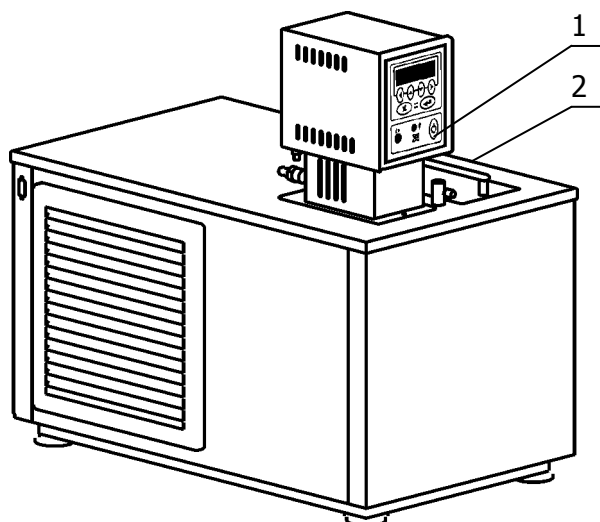
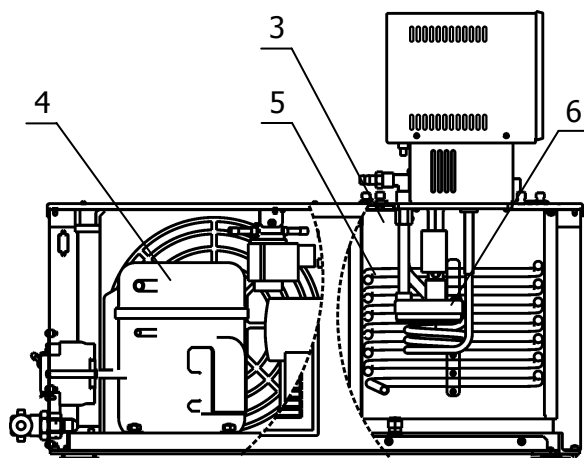

Рисунок 1 — Внешний вид термостата
Рисунок 2 — Устройство термостата
1.4.2 Конструкция термостата состоит из блока регулирования температуры 1 и корпуса 2 (рисунок 1), внутри которого расположена рабочая ванна 3 и размещена холодильная машина 4 (рисунок 2). В рабочей ванне, кроме погружаемой части блока регулирования, расположен теплообменник 5 (рисунок 2), по которому прокачивается хладагент при работе холодильной машины. В рабочую ванну устанавливается ванна испытательная, внутри которой расположены корзины (приложение В).
1.4.3 Работа термостата заключается в поддержании заданной температуры теплоносителя, циркулирующего в ванне, а также во внешнем потребителе, в случае его подключения. Циркуляция теплоносителя обеспечивается центробежным насосом 6 (рисунок 2), расположенным в блоке регулирования температуры.
1.4.4 Поддержание заданной температуры теплоносителя осуществляется электронным регулятором, расположенными в блоке регулирования температуры 1 (рисунок 1). Охлаждение теплоносителя осуществляется с помощью холодильной машины 4 посредством теплообменника 5, установленного в рабочей ванне 3 (рисунок 2).